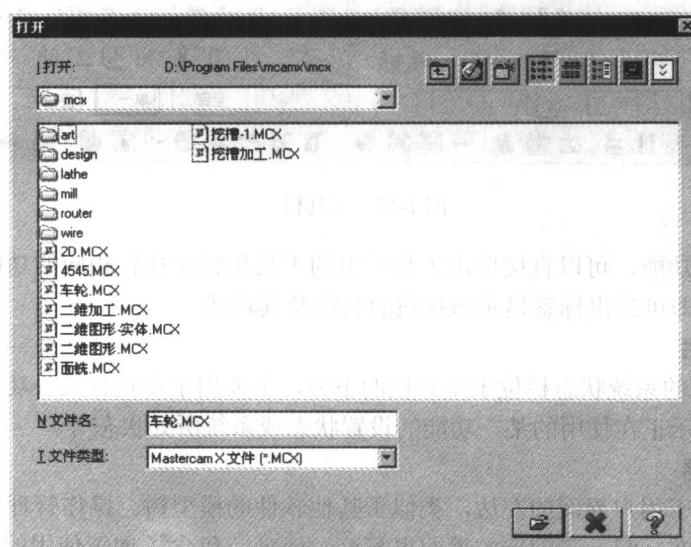
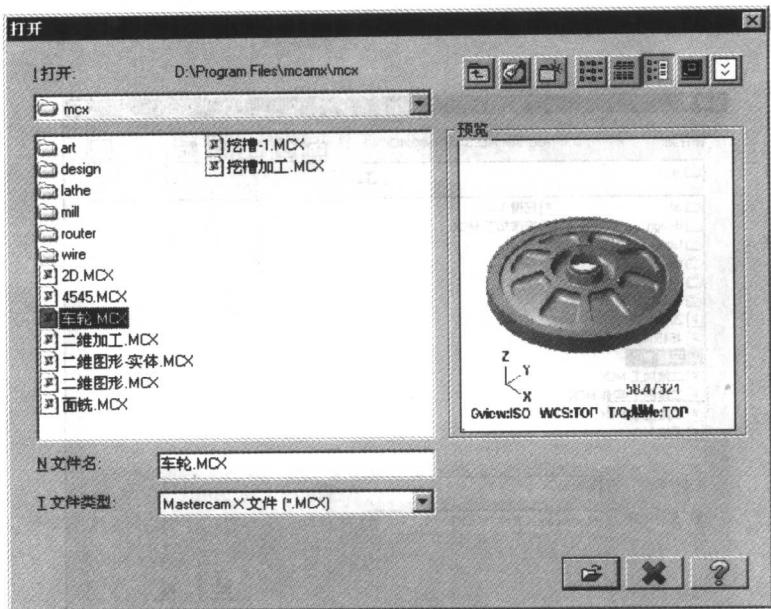

图 1-15 打开文件对话框
图 1-16 通过预览窗口查看所选文件
(1) 选择“文件”→“打开文件”命令，系统弹出如图 1-15 所示的“打开”对话框。
(2) 单击如图 1-15 所示的 按钮，通过一个预览窗口查看所选文件，如图 1-16 所示。